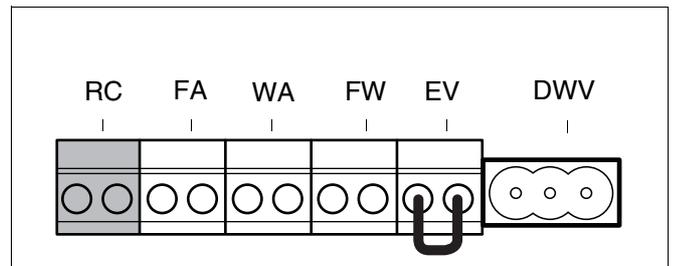

Fig. 52 Morsetteria – unità di servizio ambiente RC e bus EMS (collegamento colore arancione)
- Collegare il cavo di collegamento del bus EMS alla spina arancione della morsetteria (fig. 52).